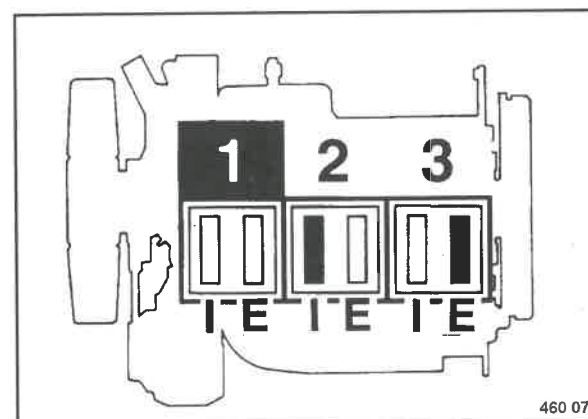

Fig. 131
- Controllare le valvole contrassegnate in nero sui cilindri 2 e 3 (Fig. 131) ed event. registrarle.